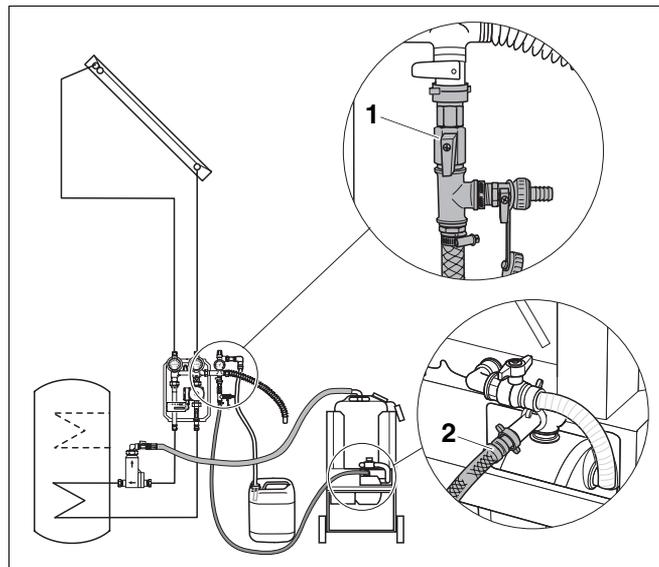

Abb. 9 Druckschlauch montieren
- Schließen Sie den Druckschlauch (½") mit dem T-Stück an den FE-Hahn (Abb. 9, **Pos. 1**) der Sicherheitsgruppe und an die Befüllpumpe an (Abb. 9, **Pos. 2**).